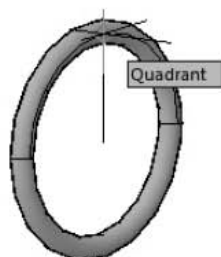

Рис. 12.40. Выбор третьей точки на кольце
7. Укажите третью точку с привязкой Квадрант (Quadrant) — верхней очерковой дуги кольца (рис. 12.40):